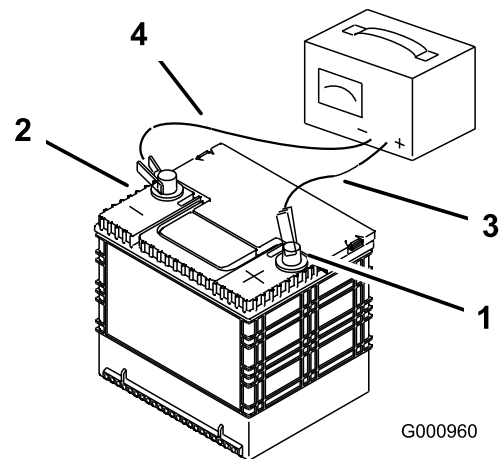

Figure 60
2. Quand la batterie est chargée au maximum, débranchez le chargeur de la prise, puis débranchez les fils du chargeur des bornes de la batterie (Figure 60).